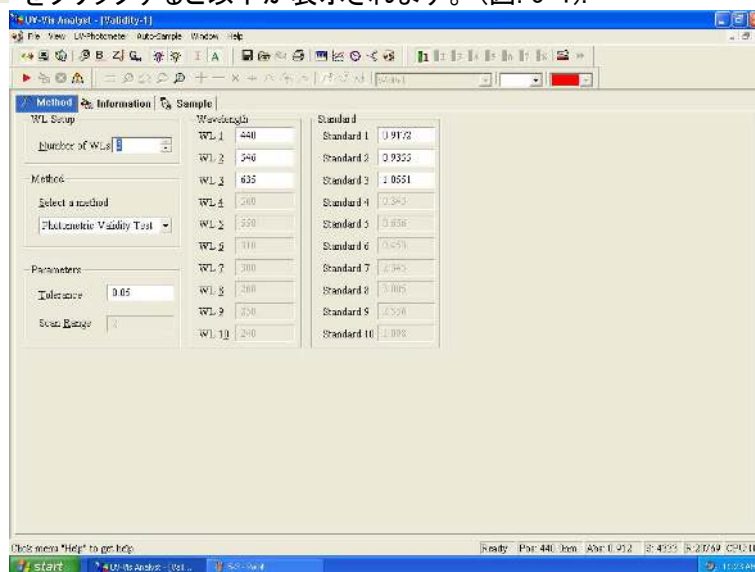

図. 5-1
1. ツールバーの  をクリックすると以下が表示されます。(図. 5-1).